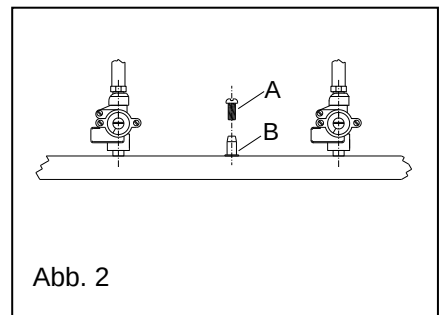

Abb. 2
4.1 Überprüfung des Förderdrucks (Abb. 2)